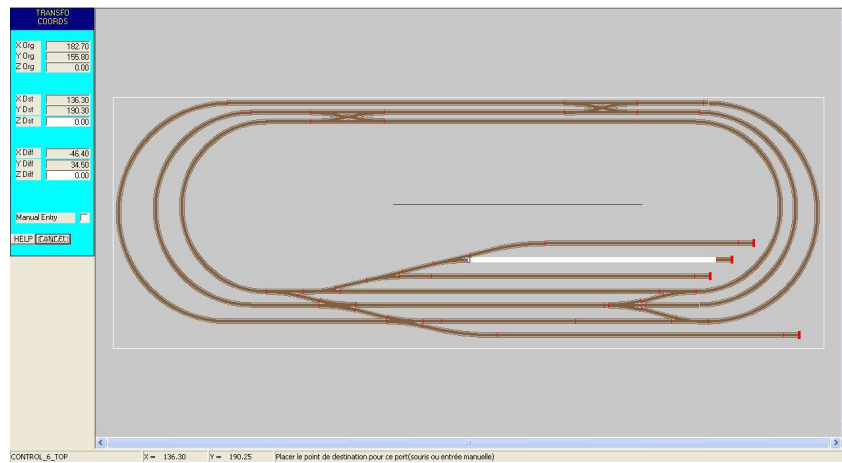

Figure MOVE-3: Sélection d'un port du segment, et déplacement.
- Cliquer une deuxième fois sur un port du segment sélectionné. Un symbole carré marque ce port, et la silhouette du segment à déplacer suit le curseur de la souris: voir figure MOVE-3.